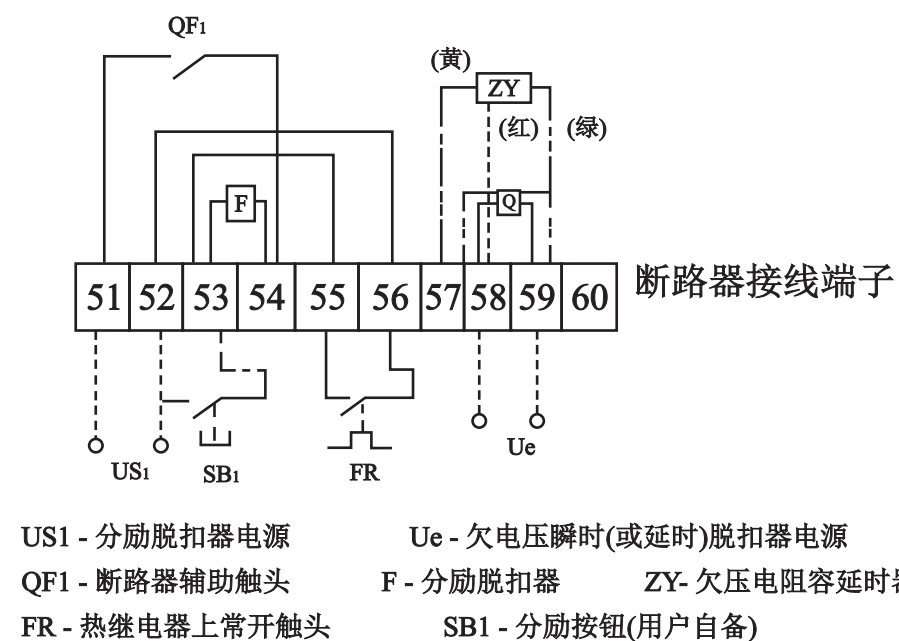

图17 热 - 电磁式断路器二次回路接线图
注：断路器本体接线端子和控制箱接线端子与其他电器元件的连接请参见图17至图22。
6.1 热—电磁式断路器二次回路接线图见图17